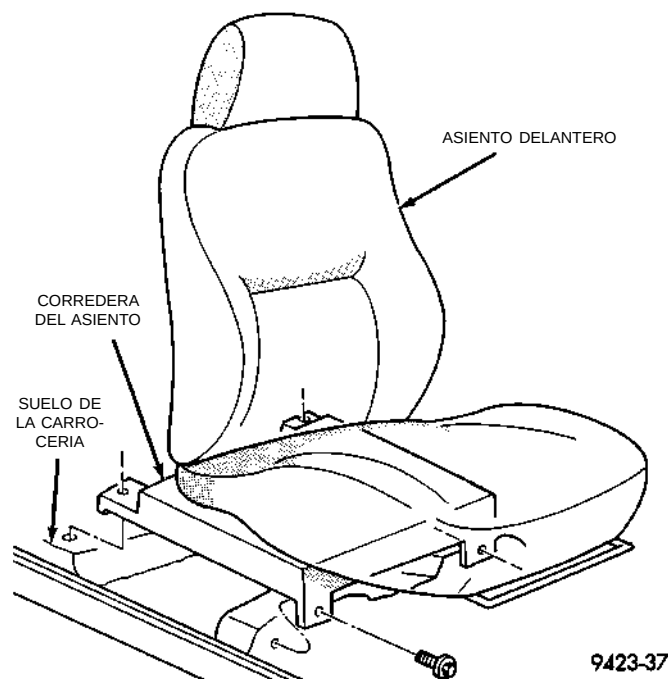

Fig. 1 Asiento delantero
- (1) Mueva el asiento a la posición adelantada.
- (2) Retire los pernos que sujetan la parte trasera de la corredera de asiento al suelo.
- (3) Mueva el asiento hacia atrás.
- (4) Retire los pernos que sujetan la parte delantera de la corredera del asiento al travesaño de falso bastidor del suelo (Fig. 1).
- (5) Separe el asiento del vehículo.